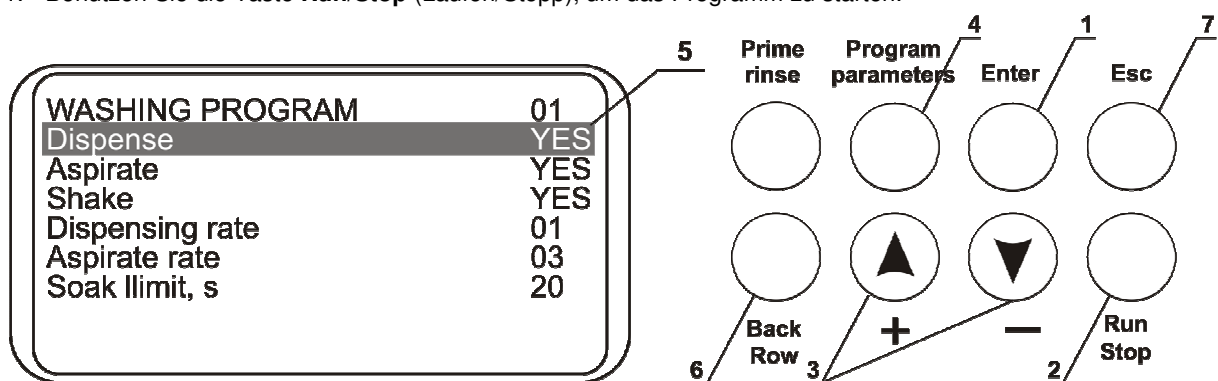

Abb. 4 Steuerung
4.4. Benutzen Sie die Tasten + und - (Abb. 4/3), um das gewünschte Waschprogramm von 1 bis 10 auszuwählen.
4.5. Drücken Sie die Tasten **Program Parameters** (Programmparameter)(Abb. 4/4) , um die Programmparameter anzusehen. Im Programm ist der erste Parameter ausgewählt (Dispension...ja/nein, Abb. 4/5).
- 4.8. Durch Drücken der Taste **Back row** (Hintere Reihe) (Abb. 4/6) kehren Sie zum vorherigen Programmparameter zurück.
- 4.10. Drücken Sie die Taste **Esc** (Abbrechen) (Abb. 4/7), um die Parameteransicht zu verlassen und den Modus zu wechseln, ohne das Programm zu speichern.